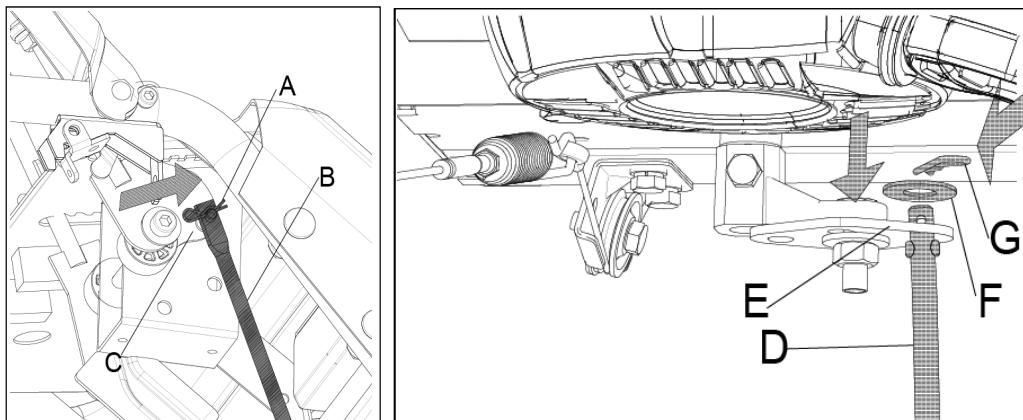

Рис. 4
### 4.3. Подключение рычага переключения передач (Рис.4).
- Вставьте угловую сторону (D) рычага управления приводом в отверстие на нижнем кронштейне (E), чтобы соединить его с коробкой передач, и закрепите его на месте с помощью шайбы (F) и штифта (G).
- Прикрепите другую сторону рычага управления приводом (B) к кронштейну в нижней части рычага переключения передач (C) и закрепите его на месте с помощью штифта (A) Рис.4.